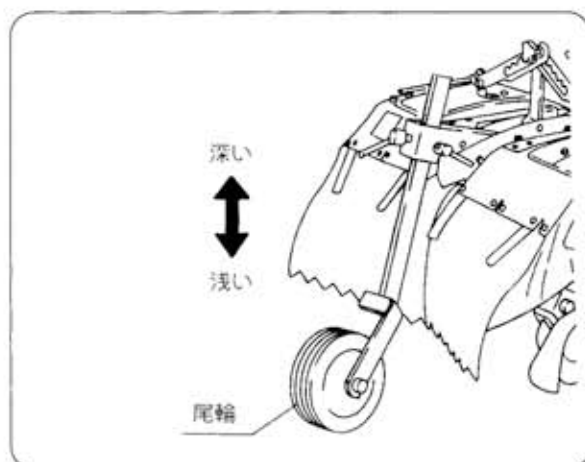

図34
① 尾輪を上下することにより作業深さを変えることができます。(図34)